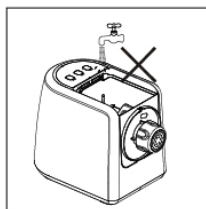

图1
2. 主体外部可用湿布擦拭，请勿将主体放入水或其他液体中，也不能在水或其他液体下冲洗，杯体部分可用水清洗。（如图1）